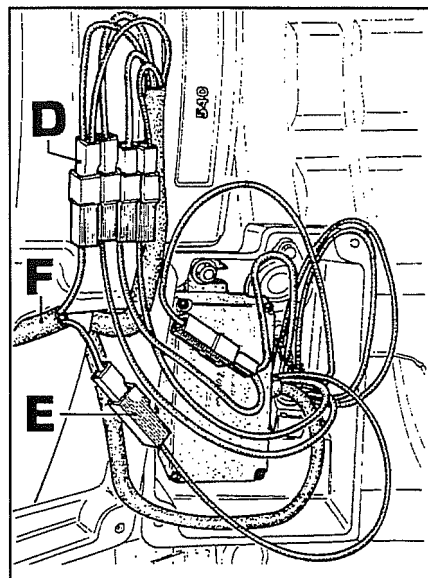

Fig. 41
5. Desligar o cabo duplo às pintas pretas **D** fig.41 do cabo castanho/branco **E** da central e ligar a cablagem **F** fig.41 com um cabo ao cabo duplo com pintas pretas e o outro cabo ao cabo central castanho/branco.